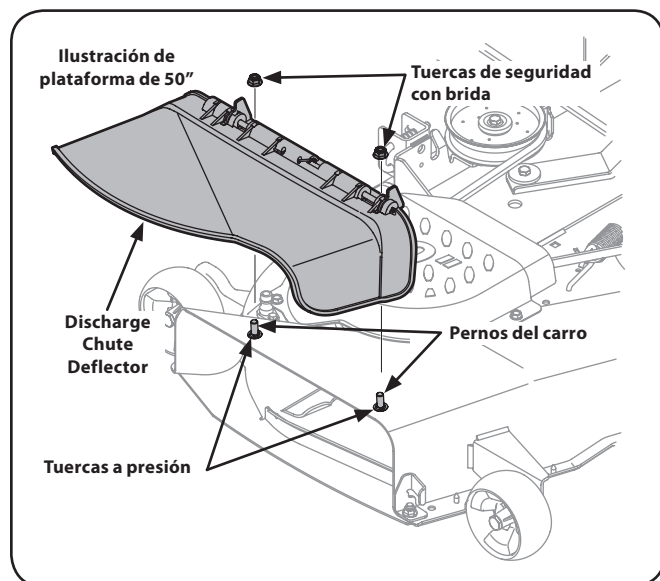

Figure 3-6
3. Instale el deflector del canal de descarga usando los pernos del carro, las tuercas a presión y las tuercas de seguridad con brida, como se indica en la Fig. 3-6 y sujete bien los elementos de ferretería.